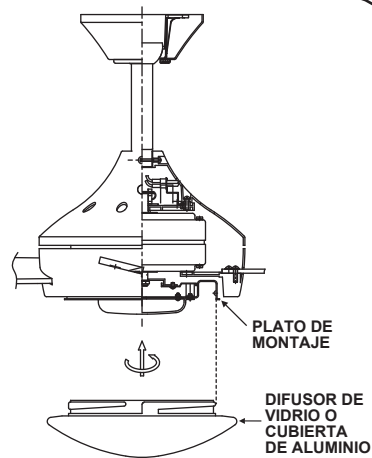

Fig 20
Paso 1. Instale el difusor de vidrio o la cubierta opcional, asegurelo al juego de luz LED girandolo en direccion de las manecillas del reloj. No lo sobre apriete. (Fig. 20)
**NOTA:** La cubierta de metal opcional a sido incluida con su ventilador como una opcion para remplazar la luz. Esta cubierta no es necesaria para la instalacion de la luz. Puede guardarla para su uso mas adelante. (Fig. 20)